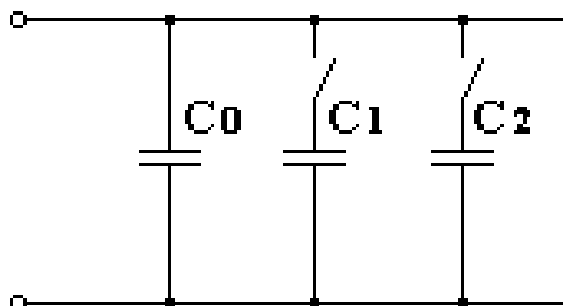

Рисунок 3.4 - Принципиальная схема блока конденсаторов
1.9 Установить максимальное значение емкости  $C$  на схеме (рисунок 3.4), для чего все тумблеры на блоке конденсаторов включить.